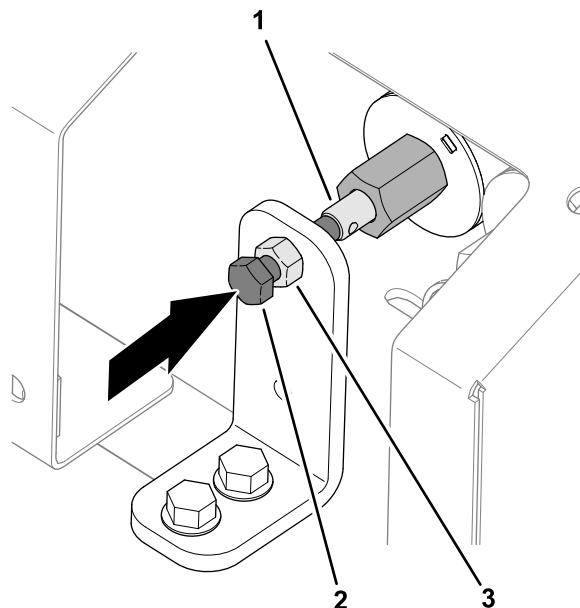

Bild 35
1. Lösen Sie die Klemmmutter an der Halterung für die manuelle Übersteuerung (Bild 35).
2. Drehen Sie die Sechskantschraube für die Ventilüberschreibung im Uhrzeigersinn, um die Fahrgeschwindigkeit zu erhöhen (Bild 35).